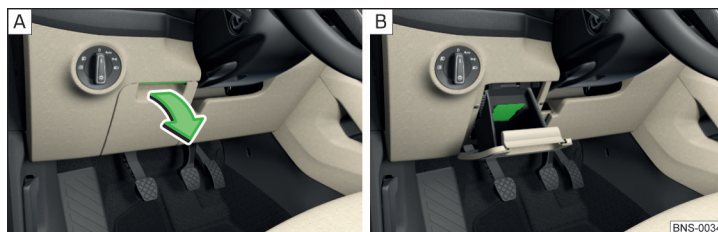

Fig. 109 Deschiderea compartimentului de depozitare/suportului pentru hârti
- Pentru **deschidere**, ridicați mânerul și deschideți compartimentul » fig. 109 - [A].
În compartimentul de depozitare se află un suport pentru hârti » fig. 109 - [B].